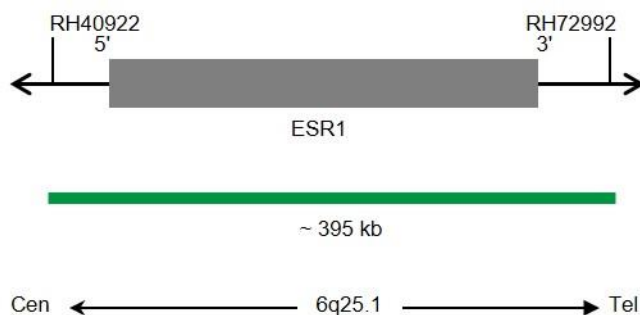

Fig. 1: Mappa della sonda SPEC ESR1 (non in scala)
- Polinucleotidi (~10 ng/ μ l) marcati con fluorocromo ZyGreen (eccitazione 503 nm/emissione 528), le cui sequenze target mappano in 6q25.1* (chr6:152,083,365-152,478,947) in cui è localizzato il gene ESR1 (vedere Fig. 1).